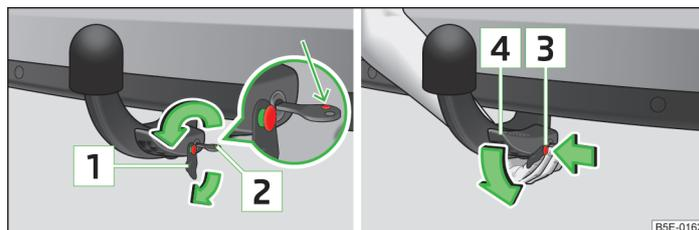

Fig. 141 Sbloccare la leva di comando della testa sferica/ Allentare la testa sferica
- Estrarre il cappuccio **1** » fig. 141 dalla serratura della testa sferica nella direzione indicata dalla freccia.